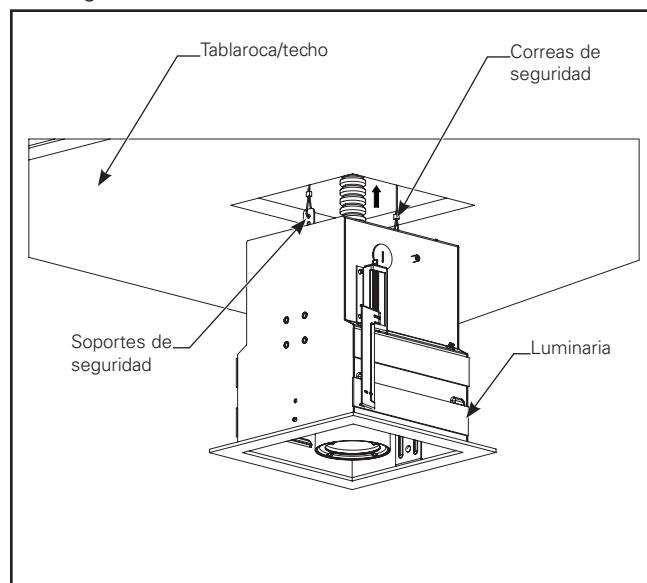

Figura 2.5.
3. Inserte las correas de seguridad en el soporte de seguridad anudándolas. Asegúrese de que las correas estén bien ajustadas contra el techo. Levante el alojamiento de la luminaria sobre el techo/tablaroca (Figura 2.5)